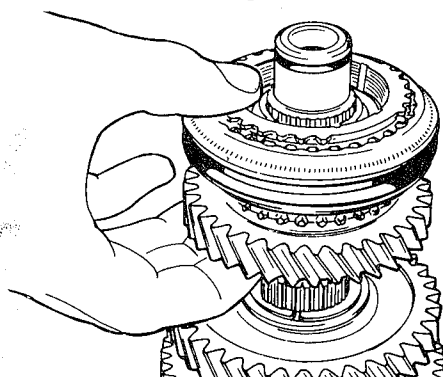

fig. 74
5. Remover o conjunto do sincronizador da 3a. e 4a. marchas, juntamente com a engrenagem da 3a. marcha (fig. 74)